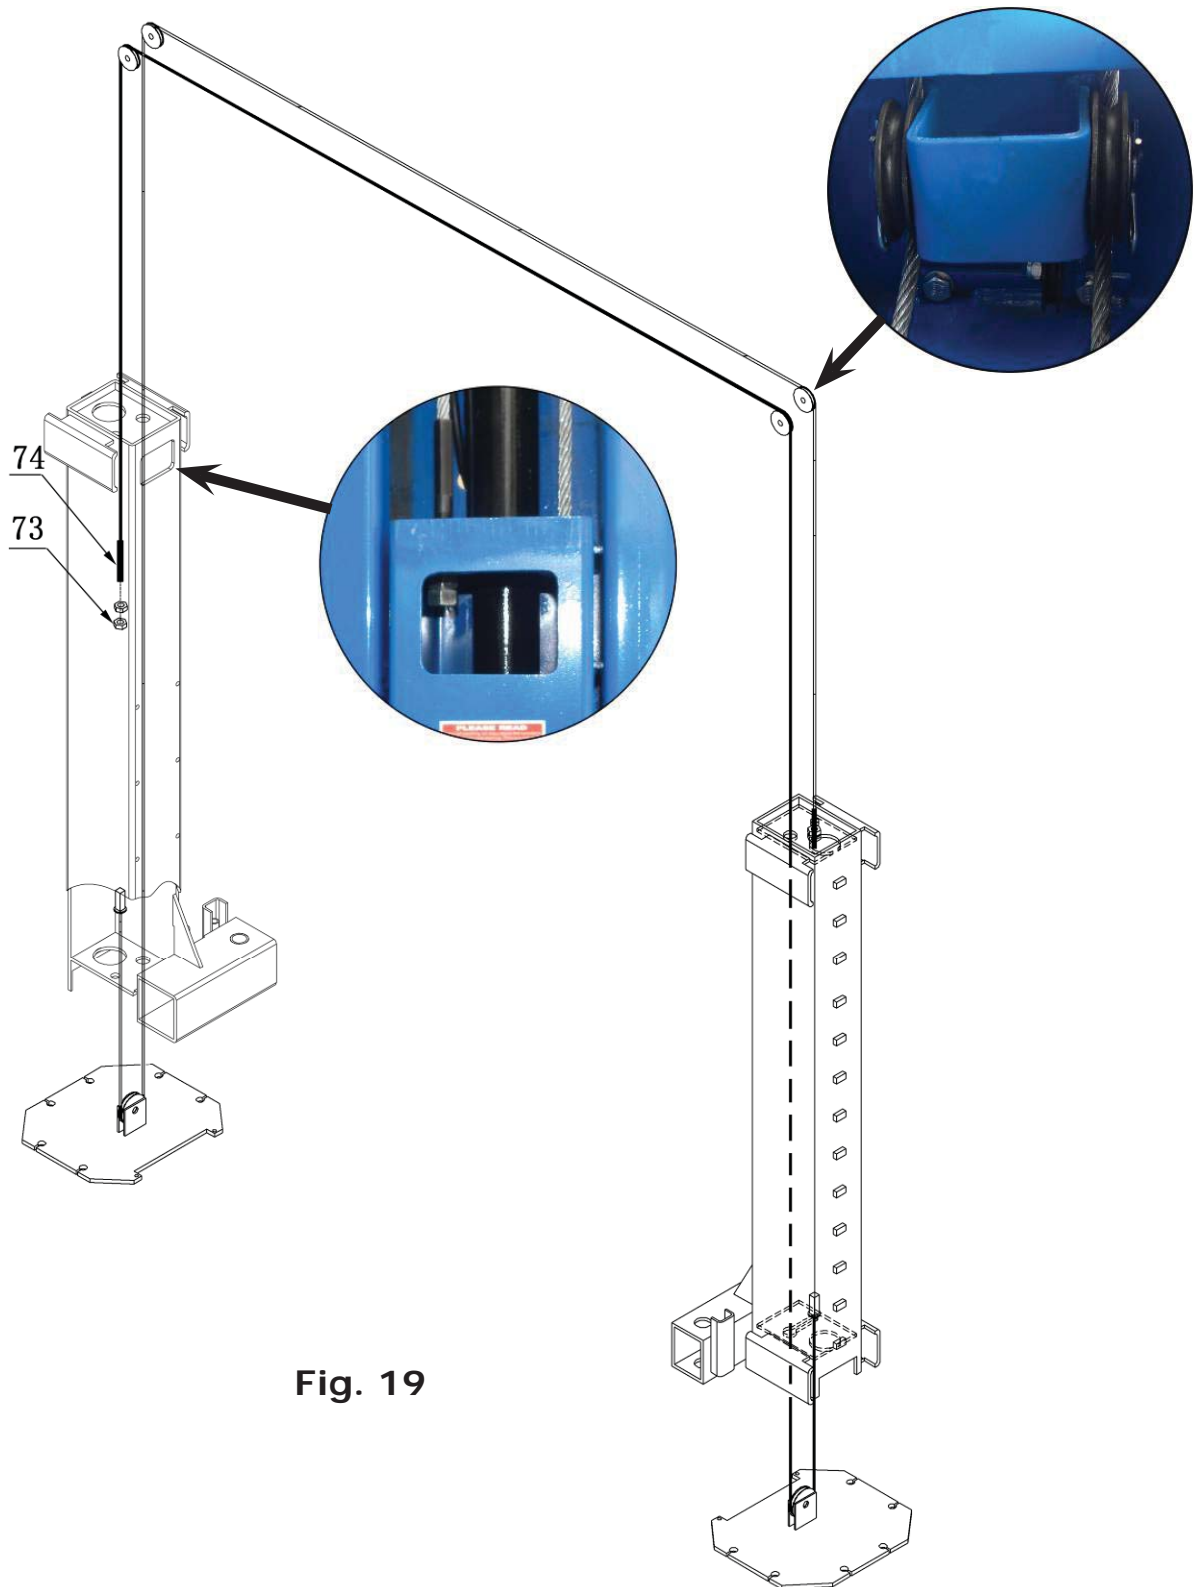

Fig. 19
L. Install cables (See Fig. 19).